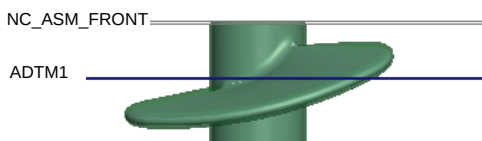

图 7.3.5 创建基准面 ADTM1
Step5. 创建基准平面 ADTM1。在“操作”操控板单击  按钮，在弹出的菜单中选择  命令，系统弹出“基准平面”对话框。选取 NC_ASM_FRONT 基准平面为参考平面，然后在 **平移** 文本框中输入数值 32.5，单击“基准平面”对话框中的 **确定** 按钮，完成 ADTM1 基准面的创建，如图 7.3.5 所示。